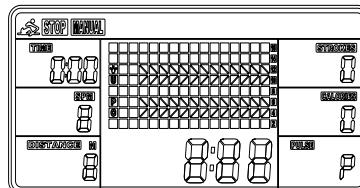

图 4
(1) MANUAL 手动模式 (图 4): 手动模式下可以有两种选择。